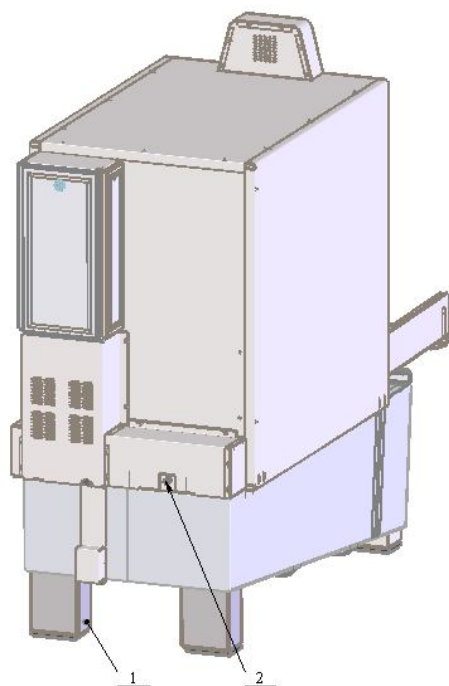

Рис. 3. 1- болт (втулка) заземления, 2- переходник для подключения воздуховода
4.3. Подключить стенд к системе заземления, болт (втулка) заземления расположен на правой задней опоре ванны рис.3
4.6. Подключить стенд к имеющейся пневмосистеме через переходник (рис.3), расположенный на задней стенке изделия.